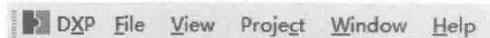

图 1-4 菜单栏
Altium Designer 的菜单栏是用户启动设计工作的入口，具有命令操作、参数设置等功能。用户进入 Altium Designer，首先看到菜单栏中有 6 个下拉菜单，如图 1-4 所示。
(1) 单击图 1-4 菜单栏中的 **DXP** 按钮, 弹出系统菜单。